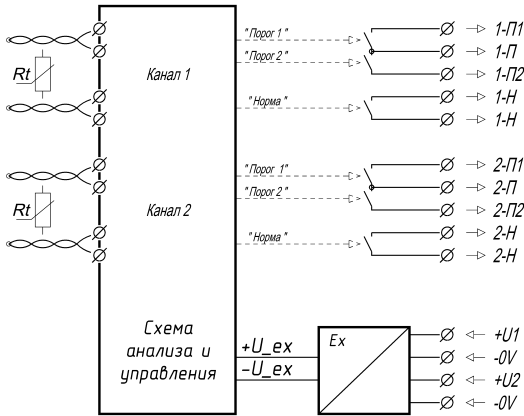

Рис. 4.3
4.9 Схема выходного каскада модулей «МИП-М(1...2)И(-Ex)» приведена на рис. 4.3.